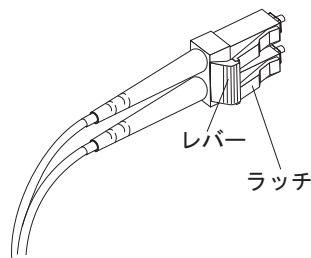

図 32. LC-LC ファイバー・チャネル・ケーブルのレバーおよびラッチ
1. 図 32 に示すように、SFP モジュールまたはホスト・バス・アダプターに接続した LC-LC ケーブルの端のレバーを押し下げたまま、ラッチを解放します。